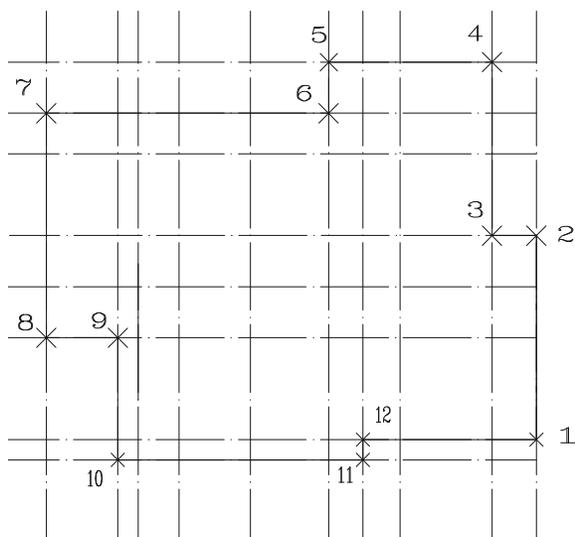
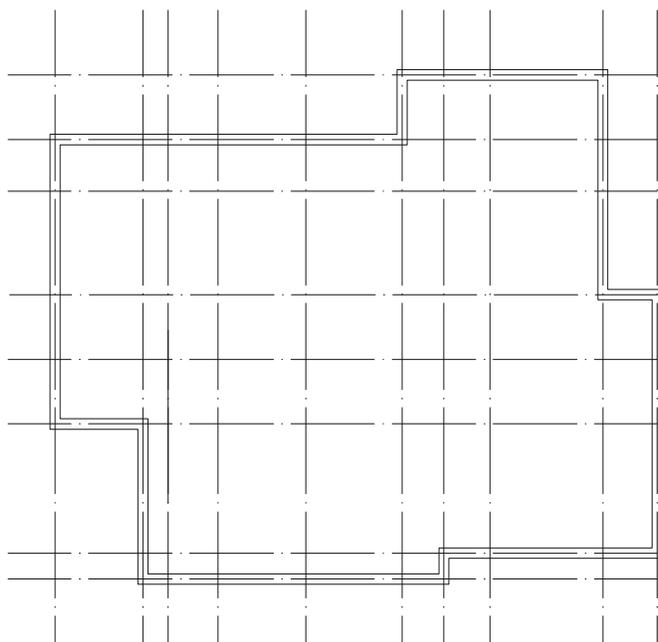

图 11-1-6
图 11-1-7
**STEP 07** 使用绘制多义线命令 PLINE，按 F3 键打开捕捉功能，分别单击（捕捉）点 1、2、3、4.....12、1，绘制外墙线的中线，如图 11-1-6 所示。
**STEP 08** 使用偏移命令 OFFSE 将如图 11-1-6 所示的外墙中线分别向内、向外偏移 120，再使用删除命令 ERASE 将该中线删除，就得到如图 11-1-7 所示的外墙线。